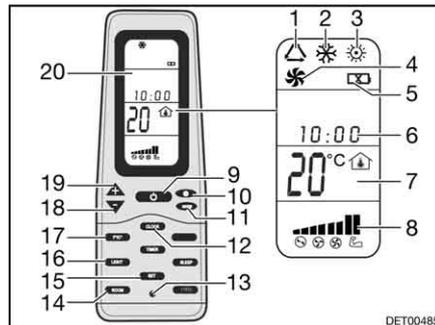

Fig. 196 Mando a distancia
- Pulsar la tecla ON/OFF (Fig. 196,9).
- Pulsar la tecla "Mode" (Fig. 196,11) las veces que sean necesarias hasta que se visualice el modo de funcionamiento deseado (Fig. 196,1, 2, 3 ó 4) en el display (Fig. 196,20).
- Ajustar la temperatura deseada con las teclas "+" (Fig. 196,19) y "-" (Fig. 196,18).
- Seleccionar la etapa deseada del ventilador con la tecla Velocidad del ventilador (Fig. 196,10).
Desconectar: ■ Pulsar la tecla ON/OFF (Fig. 196,9).